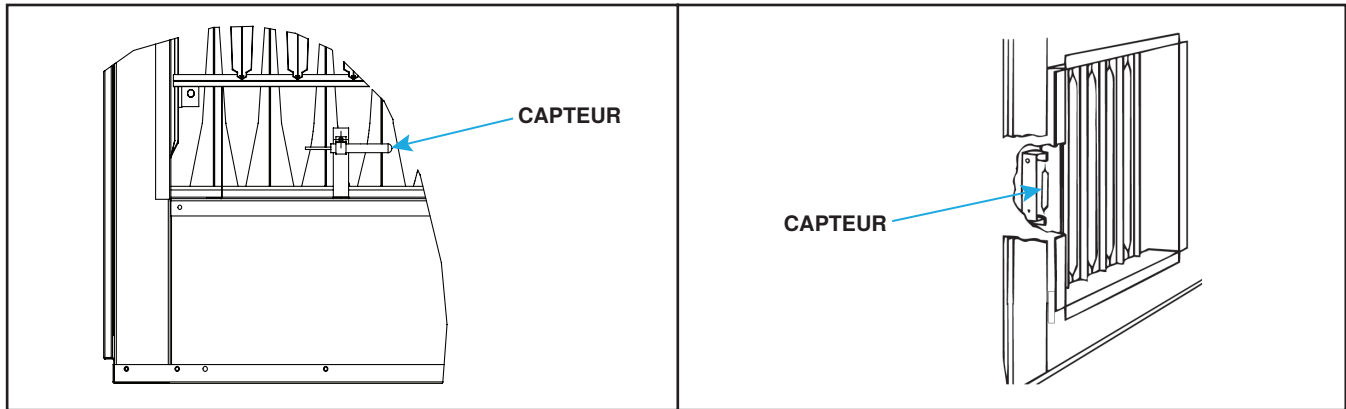

Figure 15. Lieux d'expédition du capteur capillaire
Selon l'option de contrôle des gaz, le capteur de température de l'air de refoulement est installé à l'usine ou sur le site. Les capteurs sur le site ont l'une des deux configurations suivantes : un ensemble capteur et tube de mélange ou un ensemble support de capteur et boîte de jonction. Pour les unités avec option de support de capteur et de boîte de jonction, le capteur est normalement installé sur un support dans la décharge du four pour l'expédition, mais il peut être monté dans le pied de l'armoire (voir Figure 15).
- (1) Avant de raccorder les conduits à la fournaise, retirez le capteur capillaire de sa position d'expédition sur la fournaise (voir Figure 15).